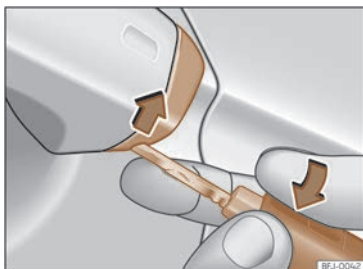

Abb. 51 Fahrertürgriff: Abdeckkappe abhebeln.
- Den Schlüsselbart am Fahrertürgriff in die untere Öffnung der Abdeckkappe stecken und die Abdeckkappe von unten nach oben anheben >>> (Abb. 51).